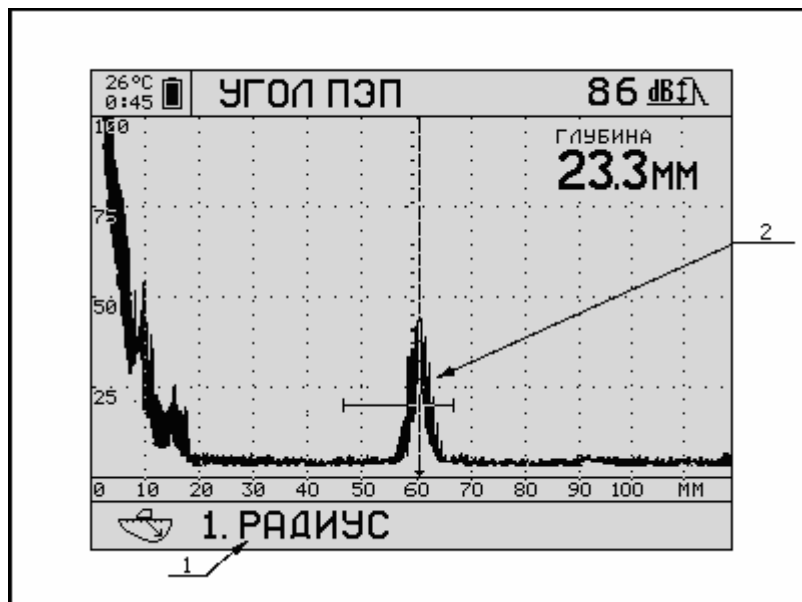

Рисунок 5.8 – Экран прибора при автоматической настройке времени задержки
5.5.2 Подключите ПЭП к дефектоскопу и поставьте его на длинную грань ($l=75\text{мм}$) СОП V2M таким образом, чтобы луч был направлен в сторону цилиндрической поверхности образца радиусом 50 мм, а предполагаемая точка выхода луча ПЭП находилась около риски 0 (Рисунок 5.7). Кнопками **RANGE** и **LEVEL** добейтесь, чтобы эхосигнал от цилиндрической поверхности был виден на экране дефектоскопа, как показано на Рисунок 5.8
5.5.4 Нажмите кнопку  **ENTER**, чтобы войти в режим автоматической калибровки по образцу V2M. На экране дефектоскопа появится развёртка (Рисунок 5.8), соответствующая калибровке времени задержки. Сигнал в режиме калибровки будет отображаться в режиме накопления огибающей при максимальном размере экрана, подобно режиму «ОБЗОР».